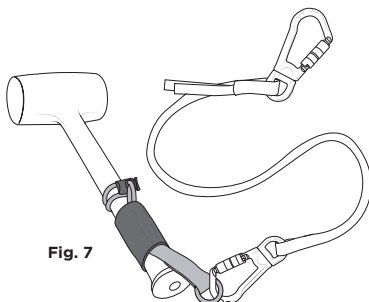

Fig. 7
6. Attach a tool lanyard to complete an appropriate tethering system [fig 7].
6. Acople una cuerda de amarre para herramientas para que el sistema de anclaje sea el adecuado [fig. 7].